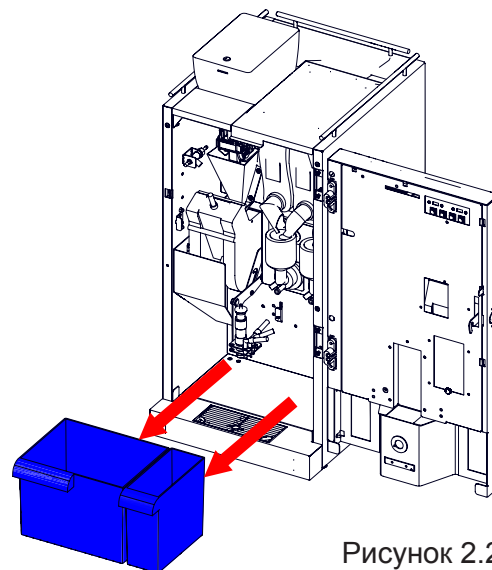

Рисунок 2.2
2.1.3 Контейнеры для отходов (см.рис.2.2)